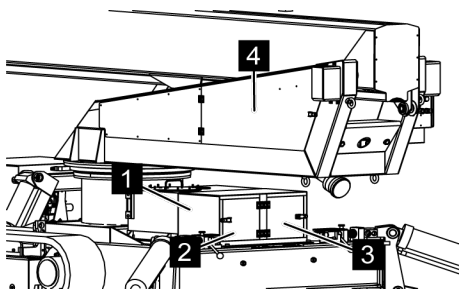

Fig. 128: Porte - vannes à deux voies
2. ➤ Ouvrir les portes (Voir la Fig. 128/2 et 3) et enlever complètement le capot (Voir la Fig. 128/1).
3. ➤ Ouvrir la porte (Voir la Fig. 128/4).